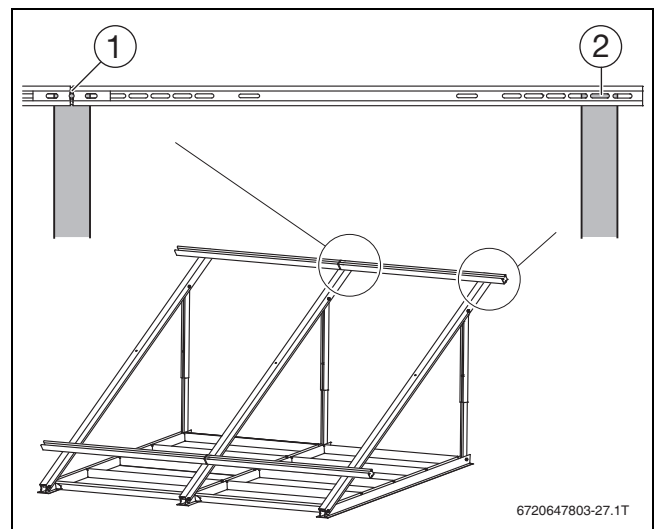

Рис. 40
- Разместите профильные рейки на опорах коллектора, как показано на → рис. 40 и в зависимости от вида монтажа согласно таб. 18, 19 и 20.
горизонтальный	2-е продольное отверстие справа (→ рис. 40 [2])
горизонтальный	среднее отверстие соединительной рейки (→ рис. 40 [1])